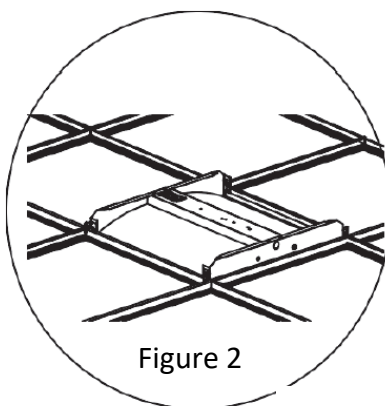

Figure 2
2. Déposer le luminaire dans le plafond à profilé en T. Plier les languettes de montage sur les profilés en T pour libérer l'espace pour les tuiles du plafond (Fig. 2).